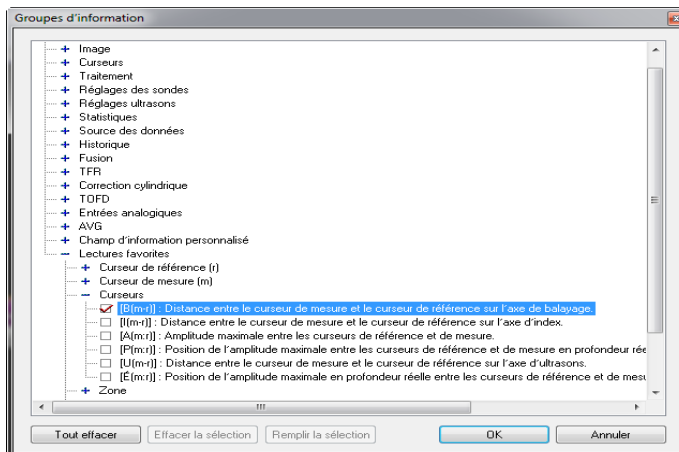

Figure 10-12 Boîte de dialogue Groupes d'information avec les lectures possibles pour l'échange Excel
5. Sélectionnez le champ que vous souhaitez exporter dans la boîte de dialogue **Groupes d'information** [B(m-r)] dans cet exemple], et puis cliquez sur **OK** (voir la Figure 10-12 à la page 474).